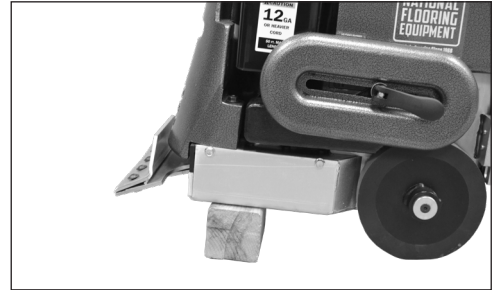

FIG. 6
1. Bloquer l'avant de la machine (Figure 6) avec un morceau de bois plat ou un objet similaire.